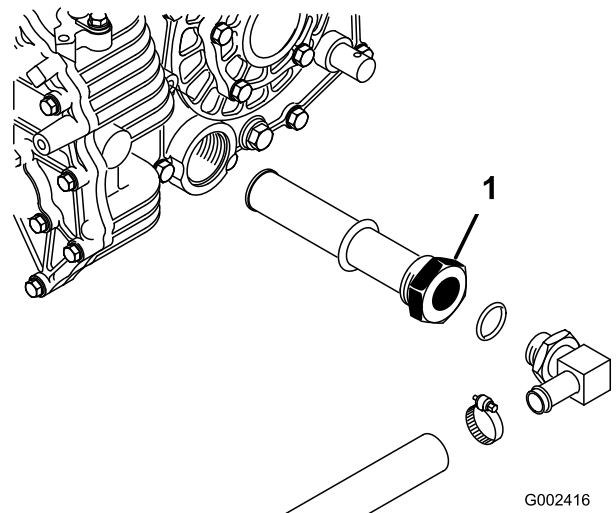

図 73
- タンク側面のストレーナについている油圧ホースと90°フィッティングの向きを確認記憶する **図 73**。